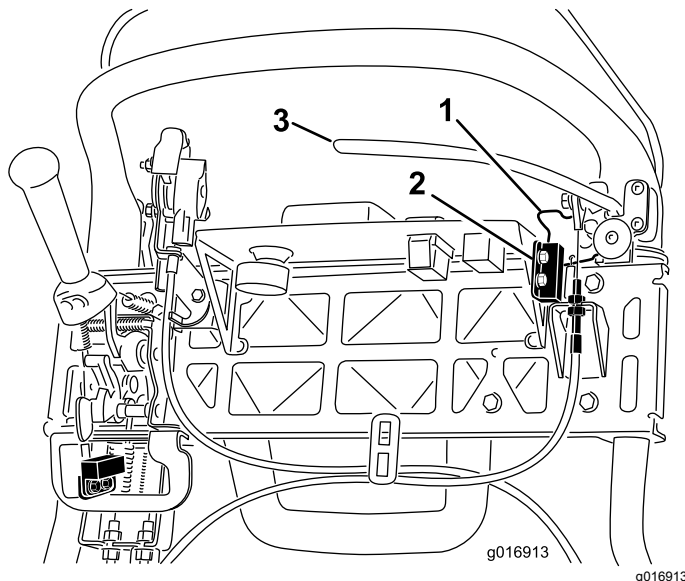

Рисунок 45
4. Ослабьте крепежные детали блокировочного выключателя (Рисунок 45).
5. Вставьте регулировочную прокладку толщиной 1,6 мм между фиксатором стояночного тормоза и блокировочным выключателем (Рисунок 45).
4. Для увеличения натяжения троса ослабляйте верхнюю контргайку троса и затягивайте нижнюю контргайку троса (Рисунок 45) до тех пор, пока усилие на рукоятке рычага тормоза, требуемое для отпускания фиксатора стояночного тормоза, не составит 156 Н.